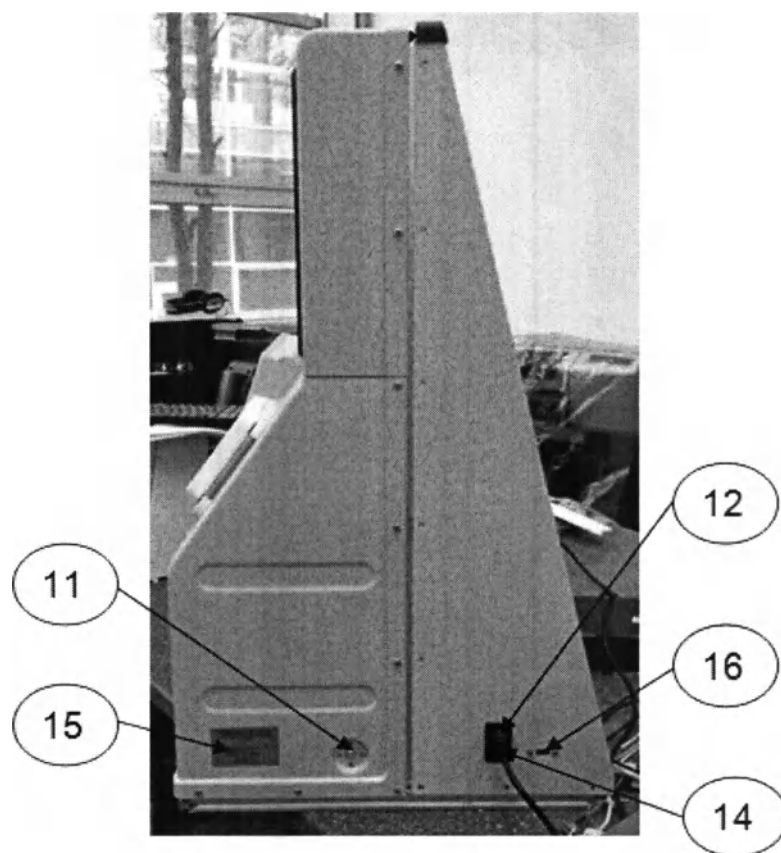

Рисунок 1.4 Боковая панель Комплекс-С Исполнение 2
2.3.1.2 Соединить кабель питания одним концом в разъем для подключения кабеля питания Комплекс-С на боковой панели, а другим к однофазной сети переменного тока (см. рис. 1.1 – для исполнения 1 и рис. 1.4 – для исполнения 2)). При отсутствии электропитания Комплекс-С работает от встроенных аккумуляторов не менее 2-х часов.